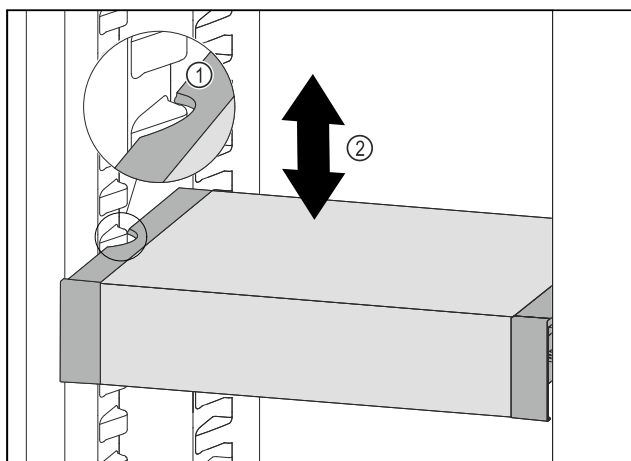

Fig. 91
- ▶ Tirer le VarioSafe vers l'avant jusqu'à ce que les encoches latérales du VarioSafe soient à la hauteur de la nervure du bac dans la partie réfrigérateur. Fig. 91 (1)
- ▶ Déplacer le VarioSafe vers le haut ou vers le bas dans la partie réfrigérateur jusqu'à ce que la hauteur souhaitée soit atteinte. Fig. 91 (2)